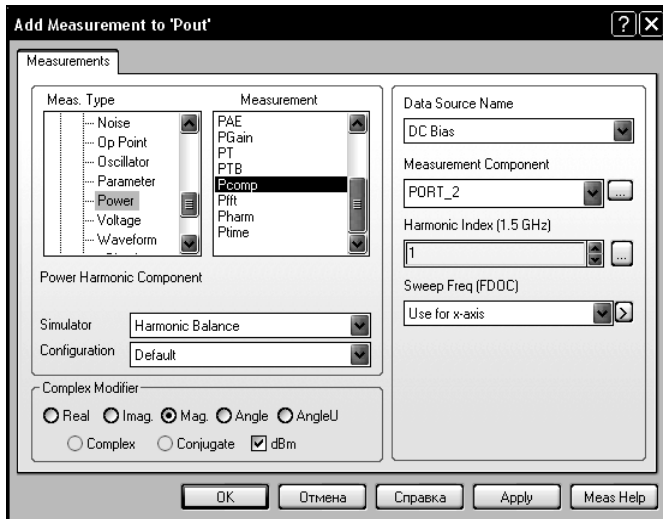

Рис. 3.23
3. Правой кнопкой мышки щёлкните по подгруппе **Pout** в группе **Graphs** в окне просмотра проекта и выберите **Add Measurement** во всплывающем меню. Откроется диалоговое окно **Add Measurement** (рис. 3.23).
4. В области **Meas Type** раскройте группу **Nonlinear** и отметьте **Power**. Выберите **Pcomp** в области **Measurement**. Введите **DC Bias** в поле **Data Source Name**, введите **PORT\_2** в поле **Measurement Component**, введите **1** в поле **Harmonic Index**, в поле **Sweep Freq(FDOC)** введите **Use for x-axis**, отметьте **dBm** в области **Complex Modifier** и нажмите **Apply** и **OK** (Рис.3.23).